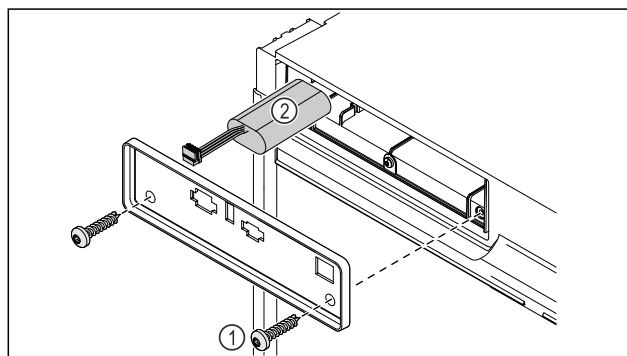

Fig. 189
- ▶ Išsukite varžtus ir nuimkite dengiamąją plokštelę galinėje prietaiso pusėje Fig. 189 (1).
- ▶ Atjunkite bateriją ir ją išimkite Fig. 189 (2).